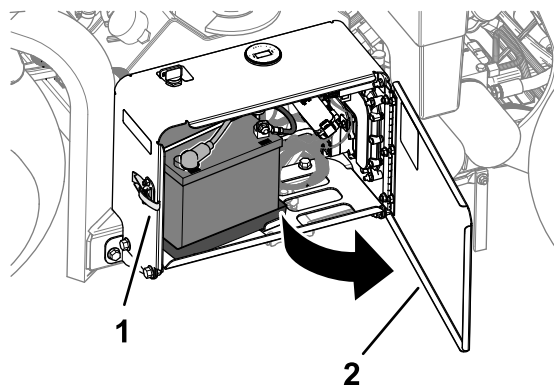

Figura 158
1. Deblocați și deschideți ușa compartimentului bateriei (Figura 158).